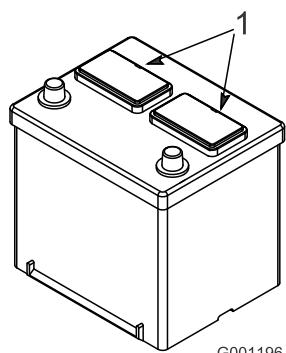

図 21
- バッテリーの上部をきれいに拭い、キャップを取り外す（図21）。